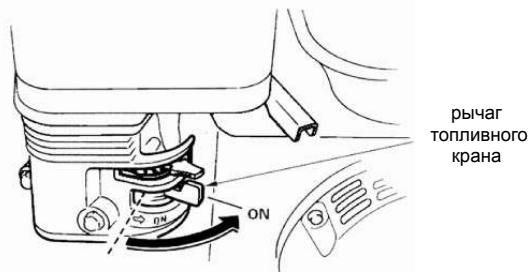

Рис.21
- Откройте топливный кран, переместив рычаг топливного крана в рабочее положение(ON) Рис.21.